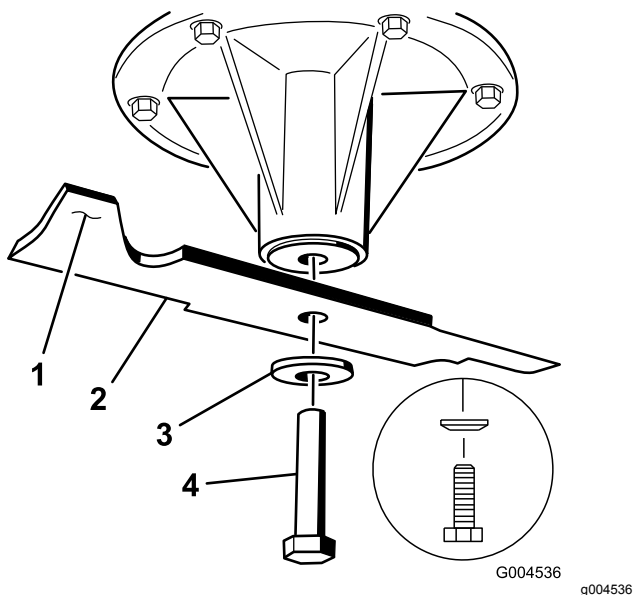

Figura 115
2. Retire o parafuso da lâmina esquerda e central, a anilha curva, e a lâmina do eixo (Figura 115).
3. Retire o parafuso da lâmina direita (rosca no lado esquerdo), a anilha curva, e a lâmina do eixo (Figura 115).
1. Instale as lâminas esquerda e central, as anilhas curvas e os parafusos da lâmina no eixo (Figura 115 e Figura 116).
Nota: Instale o cone da anilha curva na direção da cabeça do parafuso (Figura 115).
2. Instale a lâmina direita, a anilha curva e o parafuso da lâmina (com rosca no lado esquerdo) no eixo (Figura 115 e Figura 116).